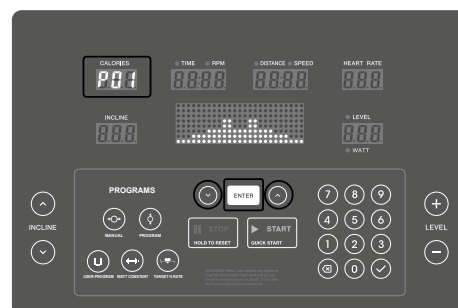

Abb. 8
3. Wählen Sie eines der Programme P01–P12 mit den Pfeiltasten (v/^) (Abbildung 8).